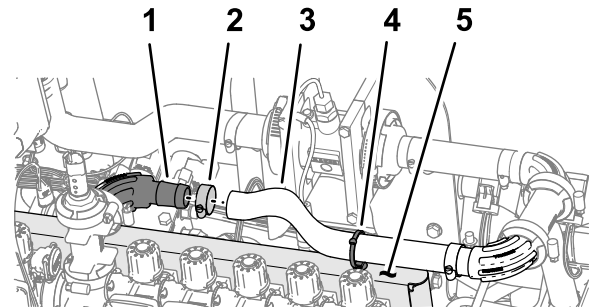

Bild 111
1. Befestigen Sie den Schlauch (1" x 16") über dem 90° Flanschanschlussstück (1"), wie in Bild 111 abgebildet.
2. Befestigen Sie den Schlauch mit einer Schlauchklemme am Flanschanschlussstück (Bild 111).
3. Befestigen Sie den Kabelbinder bzw. die Eindrückbefestigung im Loch an der Oberseite der Ventilbefestigung, wie in Bild 111 abgebildet.
4. Befestigen Sie den Kabelbinder bzw. die Eindrückbefestigung (Bild 111) um den Schlauch (1" x 16").